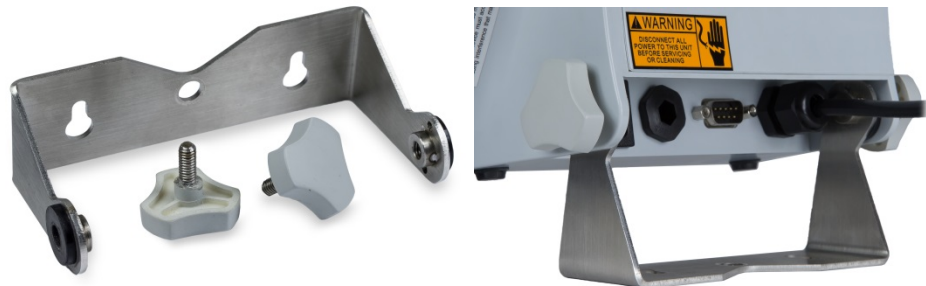

Abbildung 2-5: Halterung und Rändelschrauben
1. Befestigen Sie die Halterungen mit den beiden Rändelschrauben an der Unterseite des Terminals, siehe Abbildung 2-5.